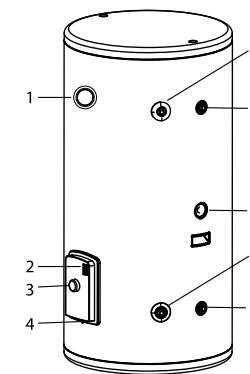

Рис. 1
2. Предохранительный спускной клапан следует устанавливать в специальном месте (см. рис.1 на стр.3)